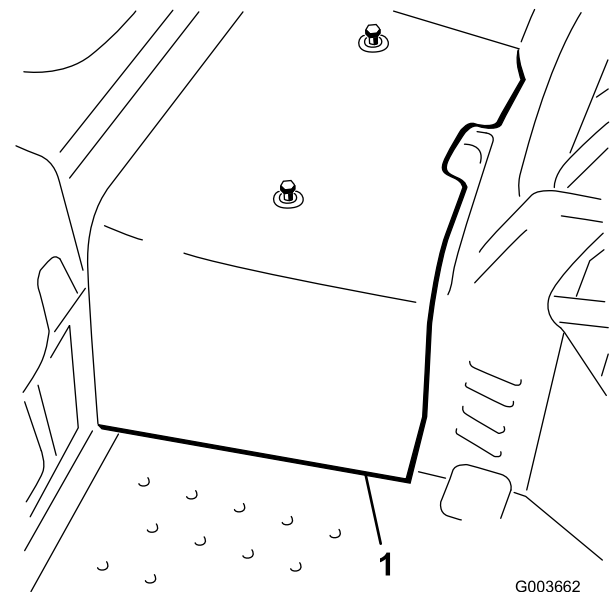

Figura 3
6. Desconecte y retire la cubierta central del bastidor (Figura 3).